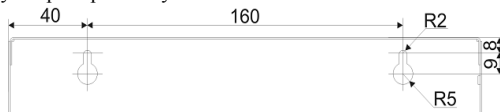

Рисунок 5 - Установочный чертёж прибора
- В отверстия вкрутить шурупы и подвесить на них прибор. Установку прибора на стену производить, ориентируясь по чертежу корпуса прибора - Рисунок 5.